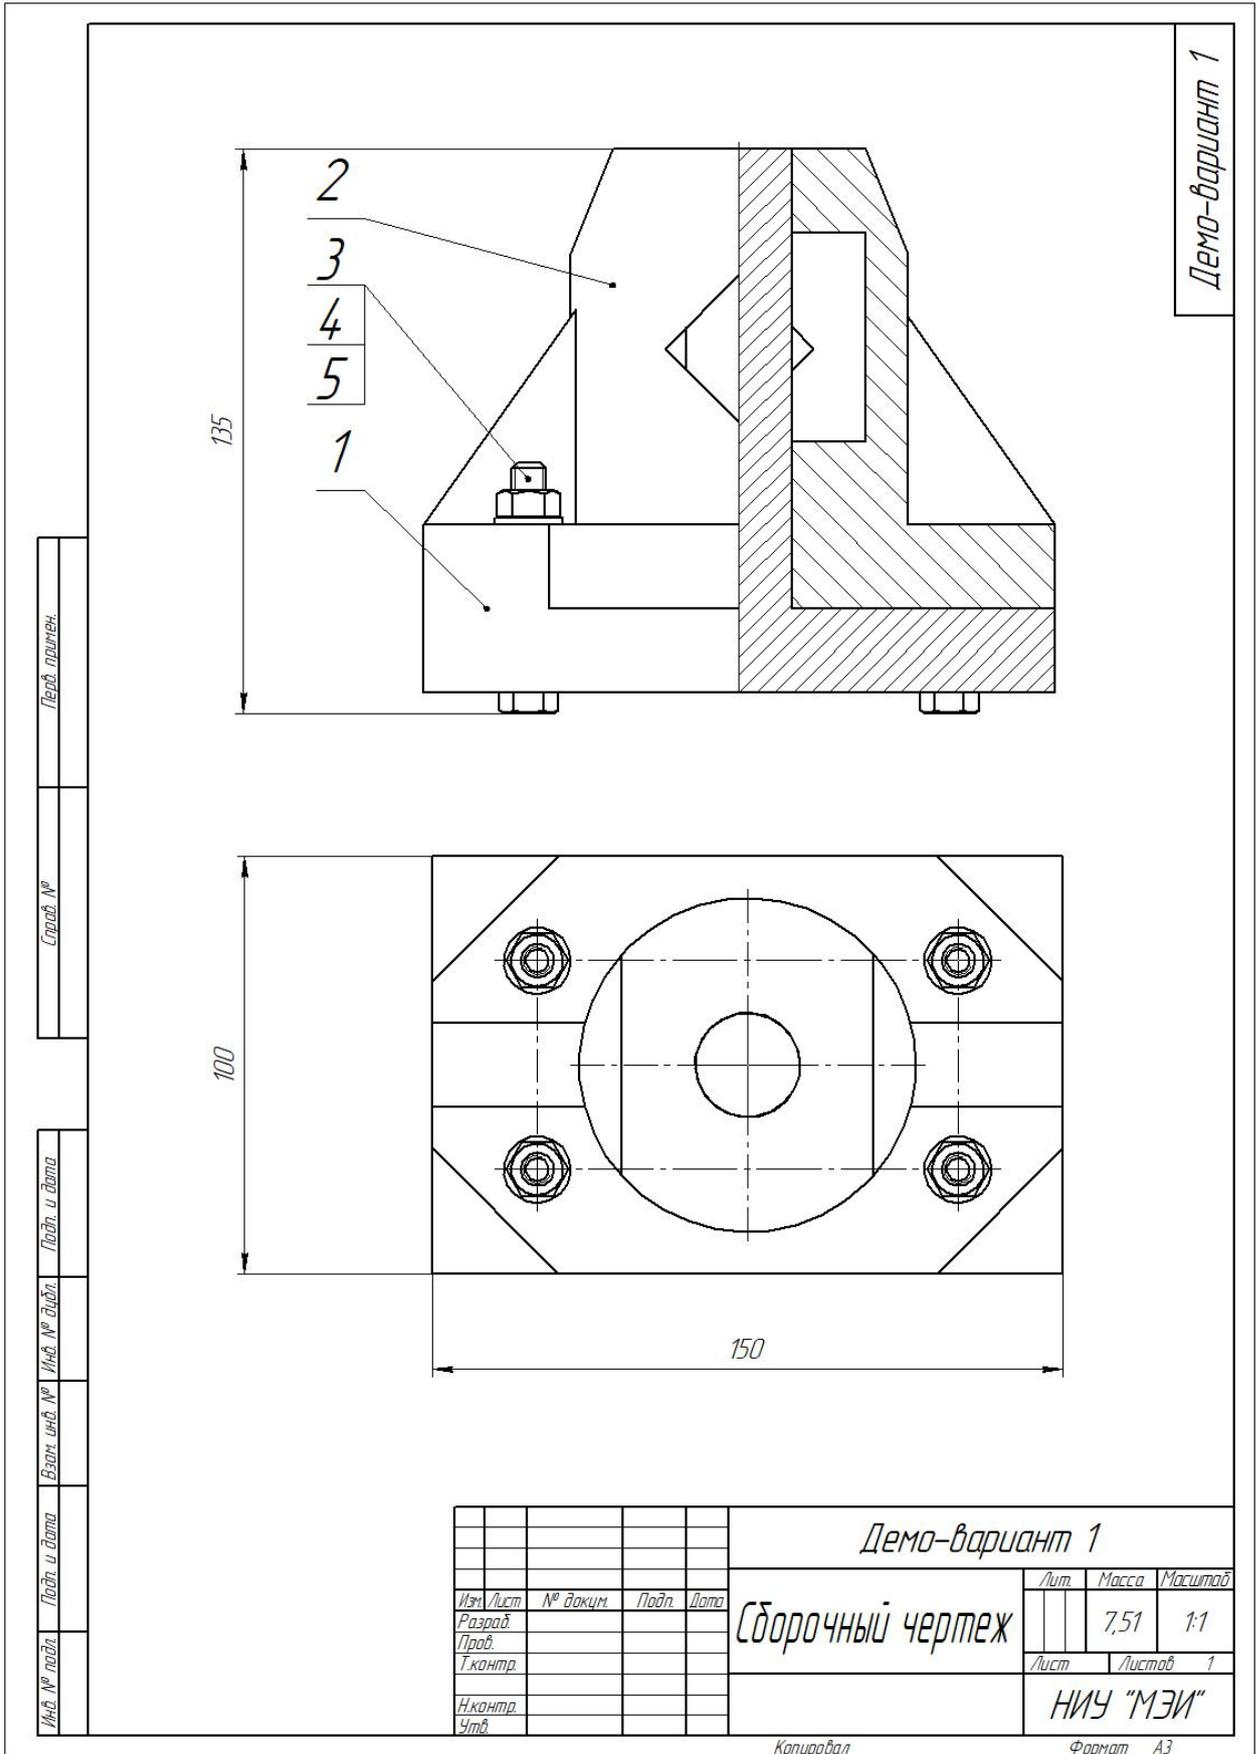

Рис. 2. Сборочный чертёж
3. Создайте трёхмерную сборку по чертежу (рис. 2) и спецификации (рис. 3). Все требуемые для сборки детали, кроме *корпуса*, готовы и предоставляются участнику в формате *.step.